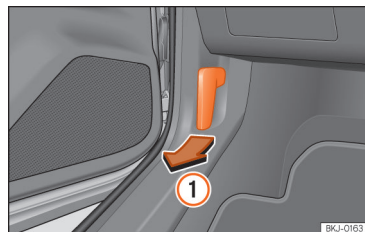

Fig. 178 Alavanca de desbloqueio no espaço para a zona dos pés do condutor.
• Abra a porta e puxe pelo manípulo que existe debaixo do painel de instrumentos »» Fig. 178 ①.